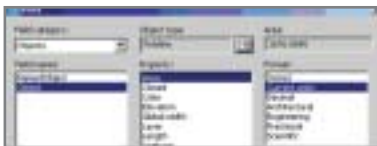

Рис. 38. Выбор свойства объекта для отображения
- Нажимаем клавишу выбора объекта (рядом с полем *Object type*), указываем полилинию и возвращаемся в диалоговое окно *Field* (рис. 38). После этого в списке *Property* выбираем нужное свойство (*Area*), устанавливаем формат отображения единиц (список *Format*) и закрываем окно.